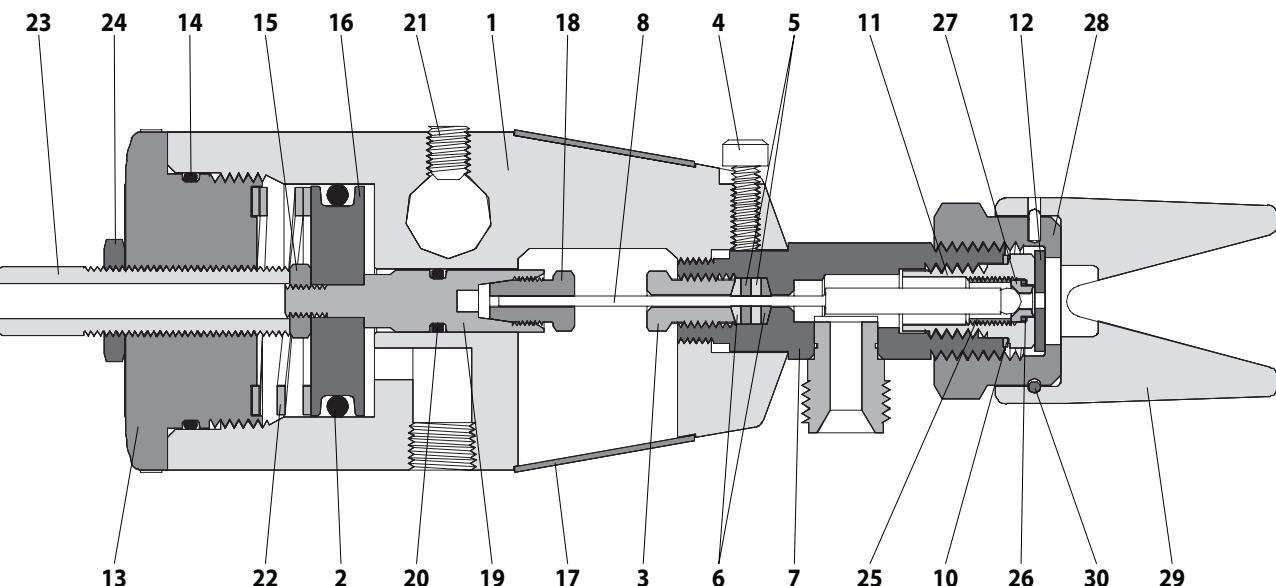

图 4
1. 更换垫圈 (10)。
2. 将球和阀杆组件 (8) 放进枪体和接头组件 (7)。
3. 将垫片 (26) 和球座 (27) 组装到螺钉 (11) 上，并使用螺丝 (25) 固定。
4. 将螺钉 (11) 拧入枪体和接头组件 (7) 中，并加以紧固。注意：护罩 (9) 只用于喷射型号。组装挤压式喷枪式，请安装挤压头组件代替。
5. 将垫圈 (12) 放到护罩 (9) 中(见注释)，并将其拧入喷枪主体和接头组件 (7) 中，然后加以紧固。
7. 将其中一个新的密封件 (6) 安装在球体和阀杆组件 (8) 接线上(正确的安装方法, 请参见图3和图4)。
8. 将两个扁平密封件 (5) 安装到球体和阀杆 (8) 的接线上。
9. 将其它新的密封件 (6) 安装在球体和阀杆组件 (8) 的接线上(正确的安装方法, 请参见图3 和图4)。
10. 将固定螺钉 (3) 滑到球体和阀杆组件 (8) 的接线上。将密封件推入喷枪主体和接头组件 (7) 的孔中。
11. 将固定螺钉 (3) 拧入喷枪主体和接头组件 (7) 中。
12. 将球体和阀杆组件 (8) 推入螺丝 (11) 中，直到球座紧靠球座 (27)。拧紧固定螺钉 (3)。注意：不得弯折球体和球阀组件 (8)。
13. 将喷枪主体和接头组件 (7) 拧入主体 (1) 中，直至固定到位。如第 3 页图 4 所示。
14. 拧紧盖帽螺钉 (4)。
15. 将“O”形圈 (2) 放在活塞 (16) 上。
16. 将“O”形圈 (20) 放在活塞杆 (19) 上。
17. 将活塞杆 (19) 穿过活塞 (16)。将 (15) 螺母拧到活塞杆 (19) 上，并使用提供的扳手平台加以紧固。
18. 将夹头螺母 (18) 松散地拧入活塞杆 (19) 中。
19. 润滑“O”形圈 (2 和 20)，将活塞 (16) 推入主体 (1)。不可强行推入主体 (1)。注意：请确保交球体和阀杆组件 (8) 接线接入夹头螺母 (18)。
20. 推动活塞 (16)，直至其到达主体 (1) 底部。
21. 将活塞 (16) 往回推大约 1/32"，将其推出主体 (1) 的底部。注意：球和阀杆组件 (8) 仍应位于球座 (27) 上。
22. 按住螺母 (15)，拧紧夹头螺母 (18)。不得移动活塞在步骤 (21) 中给出的位置。
23. 更换弹簧 (22)，并与盖 (13) 固定在一起。